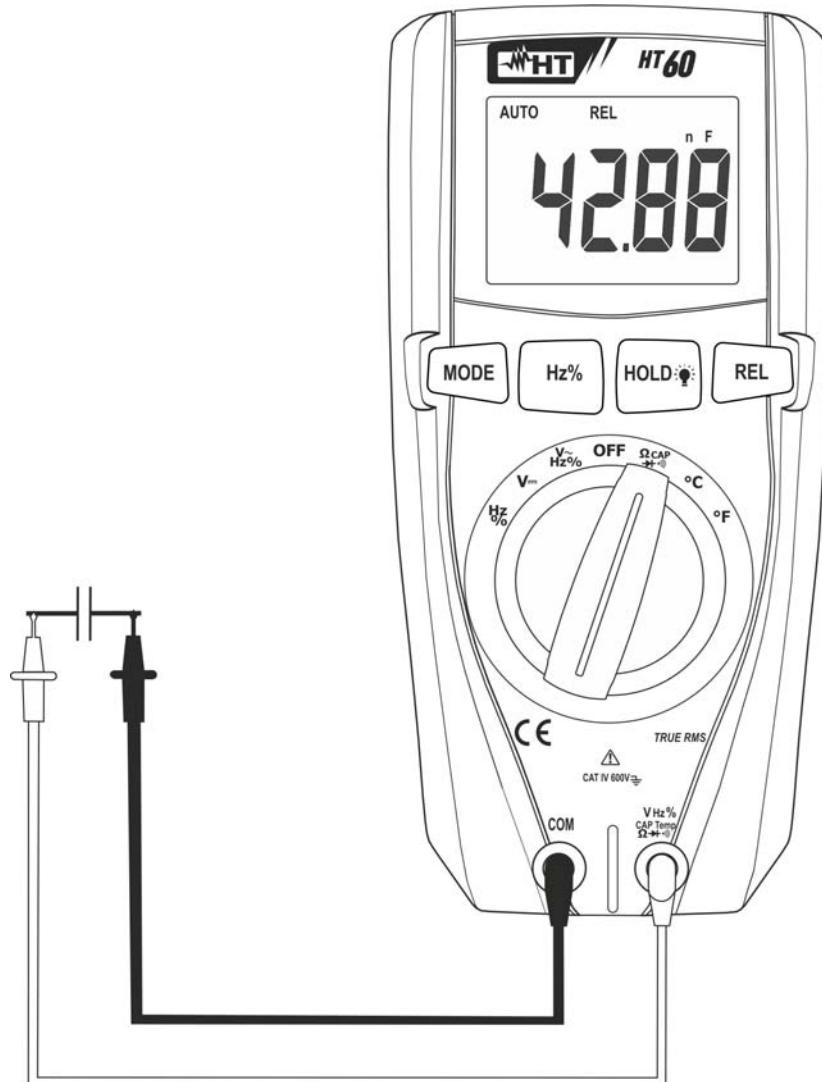

Fig. 7: Mesure de Capacité
5. Positionner les embouts aux extrémités du condensateur sous test en respectant, éventuellement, les polarités positives (câble rouge) et négatives (câble noir) (voir Fig. 7). La valeur de capacité sera affichée à l'écran.